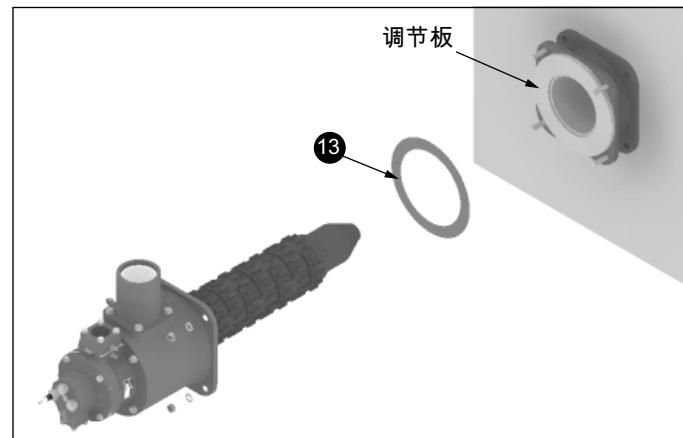

图 3.14
7. 用粘性喷剂将垫片 (编号 13) 粘在调节板上。见图 3.14